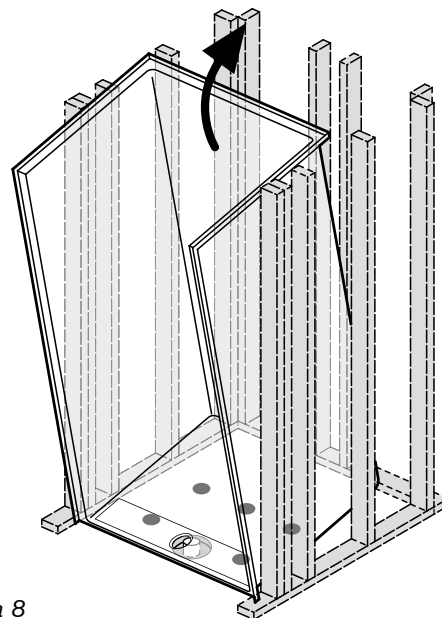

Figura 8
- 14 Ponga la ducha en posición; no la arrastre ni la deslice. Asegúrese de que el frente esté alineado con la línea dibujada en el Paso 3. (Figura 8)